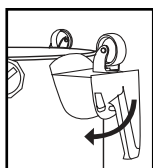

FIGURE 8
12. Exercez une pression à l'avant du support de tuyau pour le fixer en place. **FIGURE 8.**